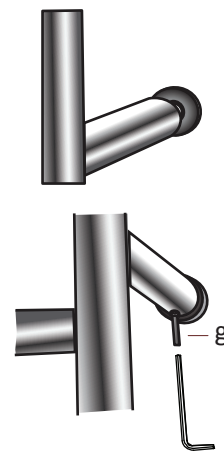

Figure 6
Étape 6 : Installation de l'unité principale (figure 6)